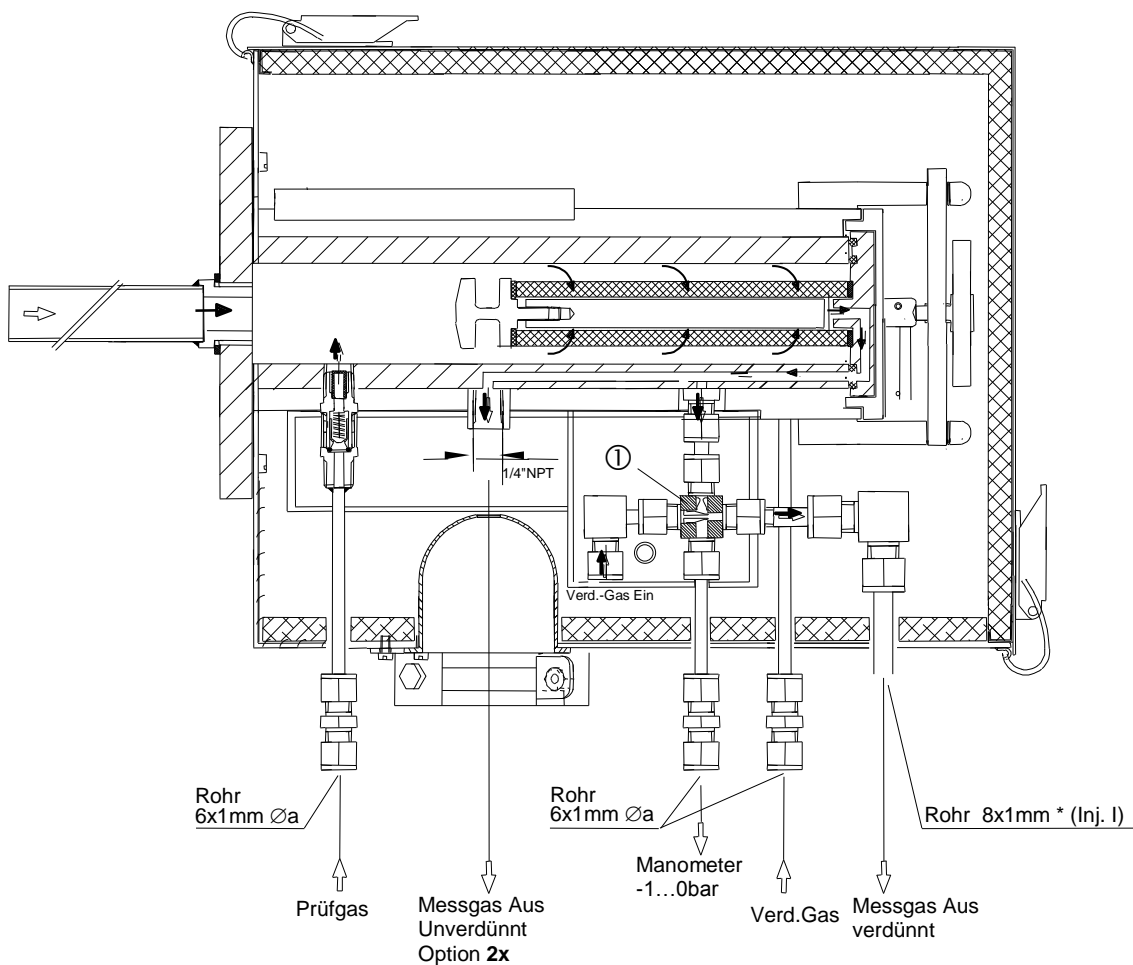
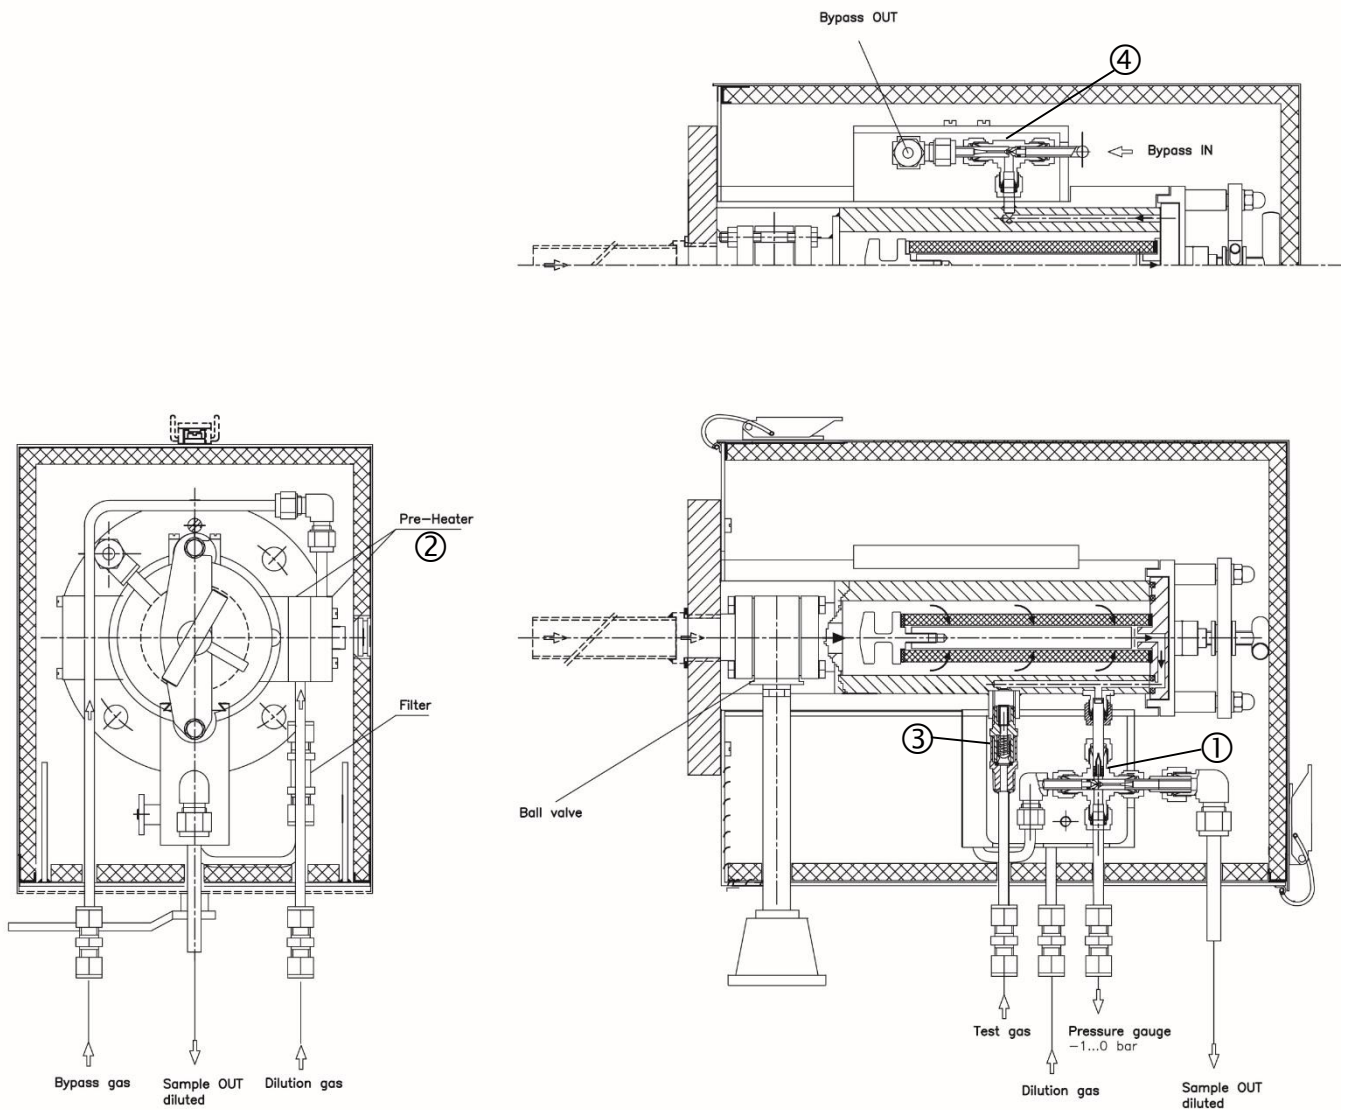
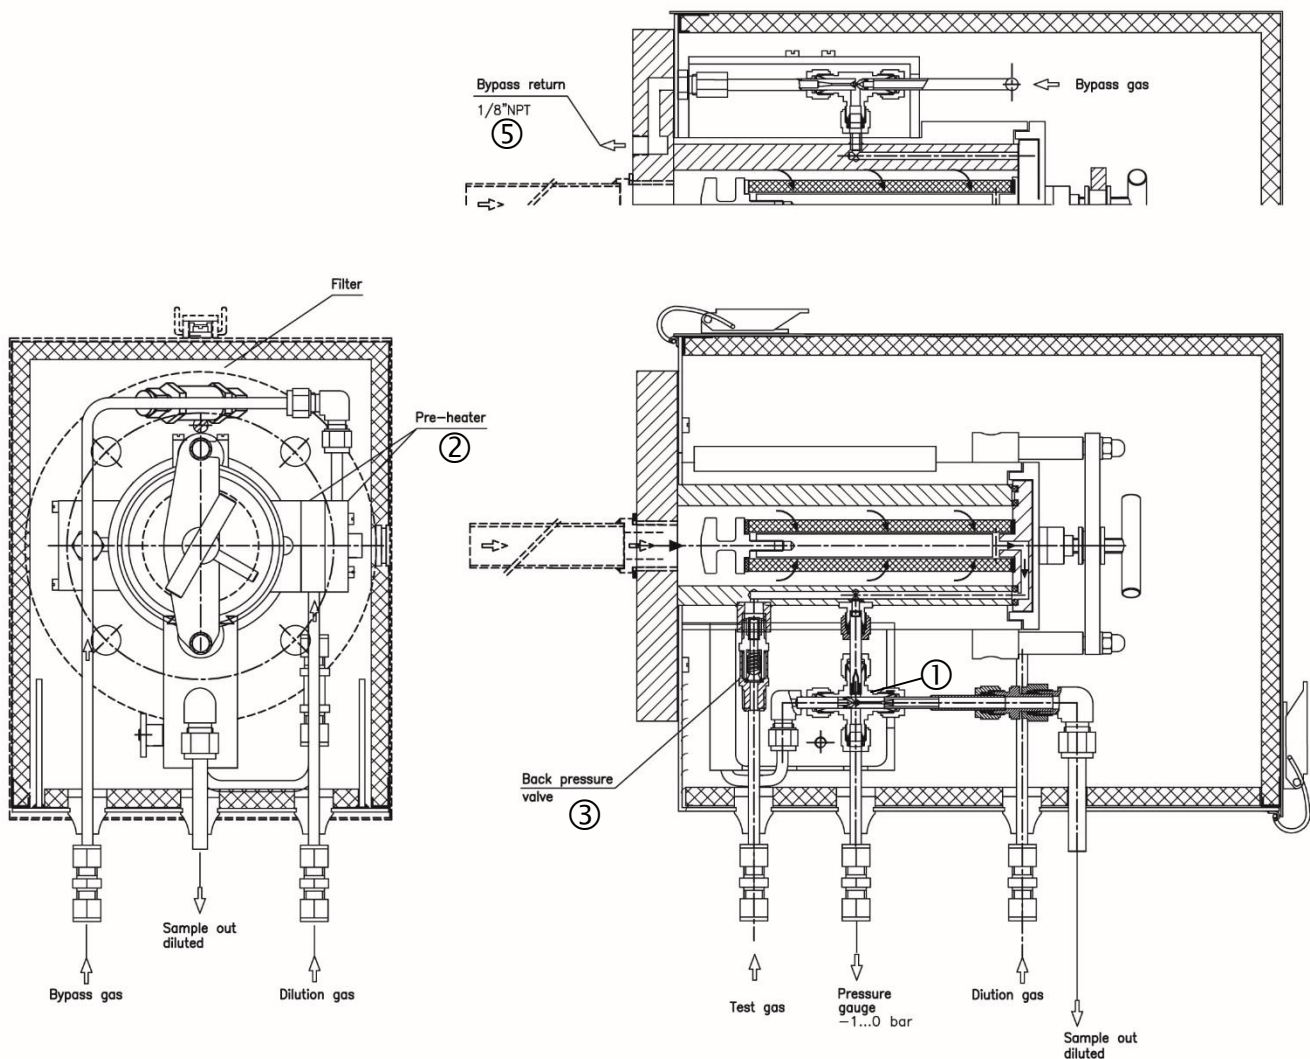

Abbildung 1 Sondenausführung SP2000H/DIL/2x
Abbildung 2 Sondenausführung SP2000H/DIL/VA/B
Abbildung 3 Sondenausführung SP2000H/DIL/BR
Optional kann die Sonde mit einem manuell betätigten beheizten Kuglabsperrrahn im Eingang -VA (s. Abb. 2) versehen werden, um beim Filterwechsel den Filterraum vom Entnahmeprozess abzusperrern. Ein zweiter Messgasausgang für unverdünntes Messgas ist optional erhältlich (...2x, Abb.1).
Ein Präzisions-Druckregler mit Manometer dient zur Einstellung des erforderlichen Verdünnungsgasvordruckes. Mittels Vakuum-Manometer wird die Funktion des Verdünnungsinjektors überwacht. Der für die Verdünnungsfunktion erforderliche Druckregler und die Manometer sind separat zu bestellen. Set **-A** wird direkt an die Sonde montiert. Steuerpanel **-S** ist für eine externe Montage ausgelegt und zusätzlich mit Absperrhahn und Durchflussmesser für die Prüfgasmengeneinstellung ausgestattet. Die Optionen **-A1** und **-S1** beinhalten einen zusätzlichen Druckregler für den Bypass-Injektor **-B** ④ (s. Abb.2) bzw. den Bypass-Injektor mit Prozessrückführung **-BR** ⑤ (s. Abb. 3).